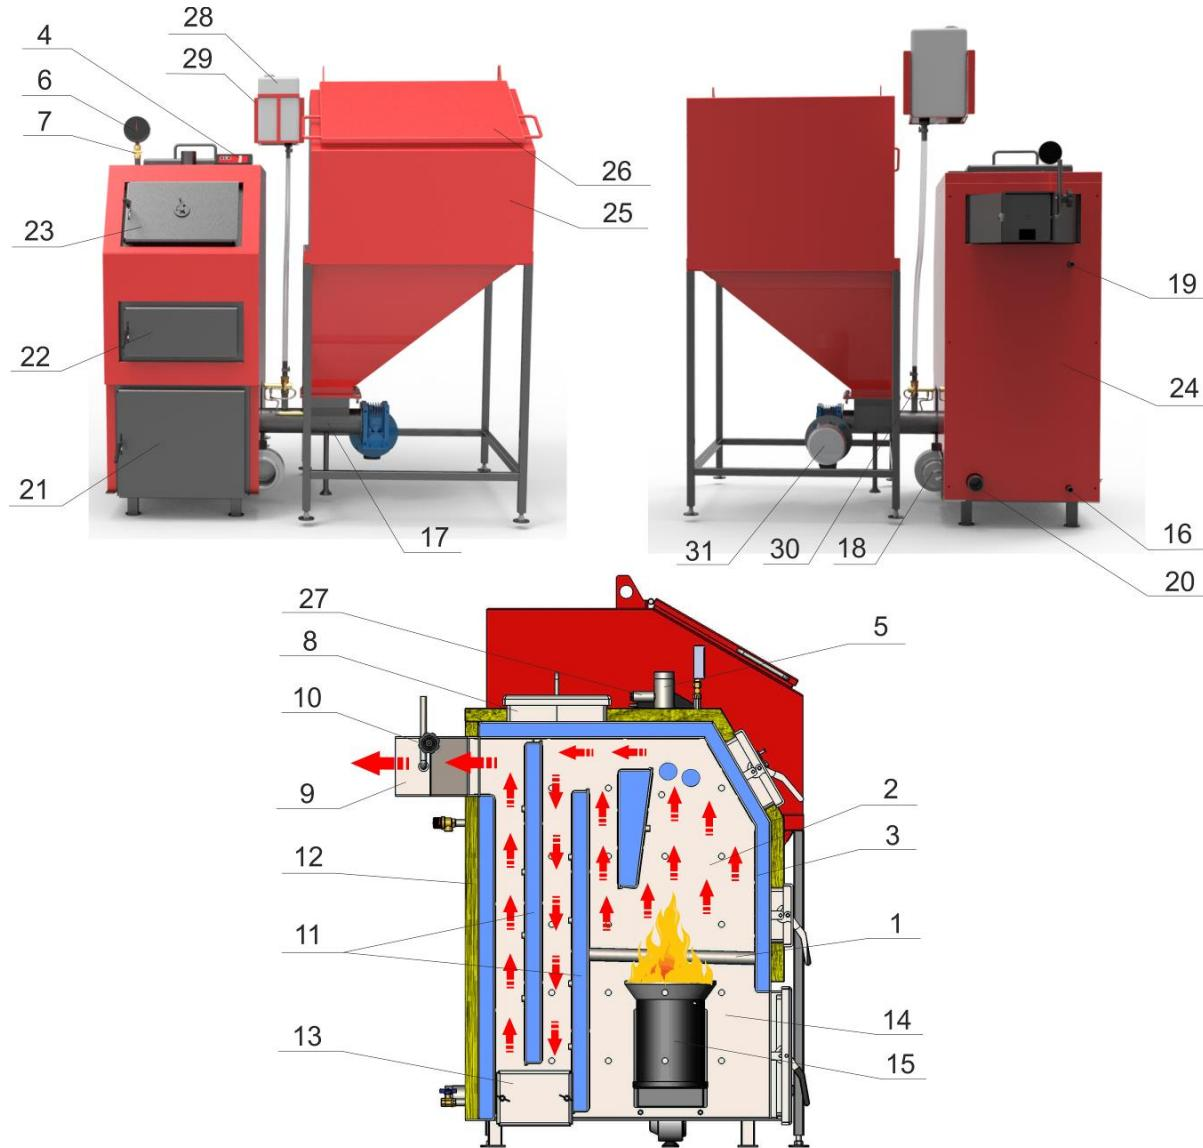

Рис.1 Будова котлів модельного ряду «Ретра-4М» (пелетні) потужністю 25-150кВт
5.1 Котел моделі «Ретра-4М» (пелетний) з автоматичною системою подачі палива в зборі складається з таких основних одиниць (див. Рис.1): котел, пелетний пальник, бункер, система пожежогасіння, блок керування (мікропроцесор).